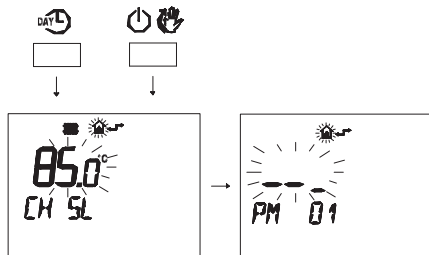

Figura 5.34
- Premere contemporaneamente i pulsanti **DAY L** e **ON/OFF** per entrare nella programmazione trasparente (Figura 5.34).